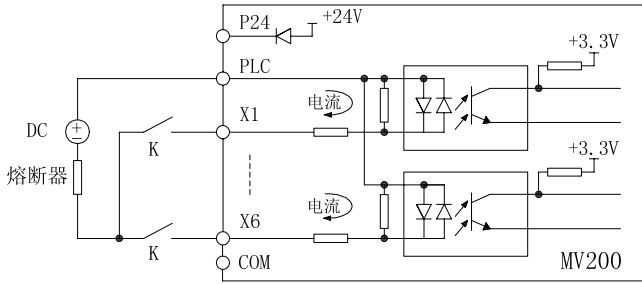

图3-12 使用外部电源的连接方式
2) 使用外部电源（要求电源必须满足UL CLASS 2标准，并需要在电源与接口加4A的熔断器），接线方式如图3-12所示（注意：必须去除用户端子上PLC与P24间的短接片）。